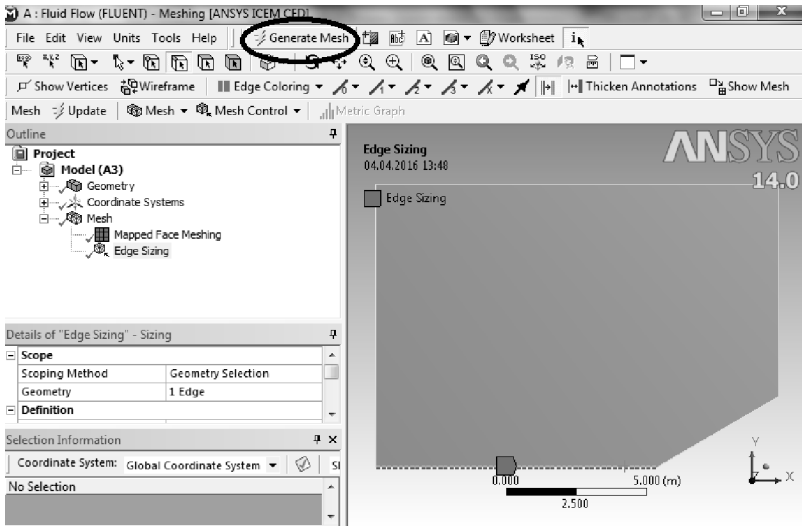

Рис. 3.20
- 6) После этого в строке меню кликаем Generate Mesh (рис. 3.20). Чтобы увидеть созданную сетку следует кликнуть на Mesh панели Outline. В разделе статистика панели Details of “Mesh” можно видеть, что число элементов получилось 3256.